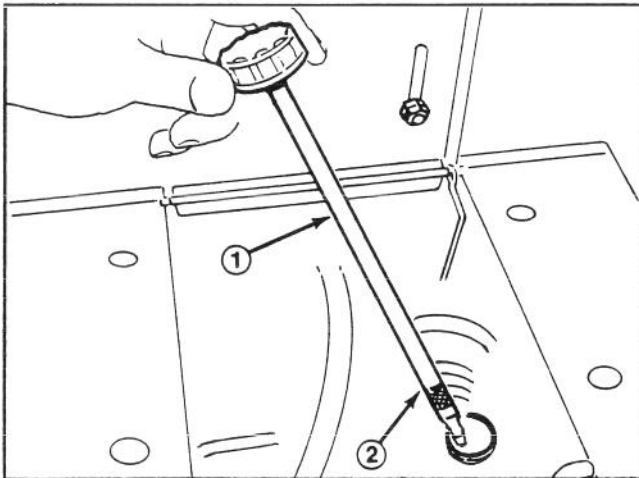

Abbildung 4
3. Den Ölmeßstab aus dem Füllstutzen entfernen (Abb. 4).
5. Das Öl langsam in das Kurbelgehäuse einfüllen (Abb. 4). Der Motor braucht ein beliebiges waschaktives Öl hoher Qualität mit der API Dienstklassifikation SF oder SG. Die für die zu erwartende Temperatur zutreffende Ölviskosität wählen.
6. Den Aufsitzmäher sanft hin- und herschaukeln, um mögliche Luftblasen im Kurbelgehäuse freizusetzen. Den Ölmeßstab vollständig in den Füllstutzen einschrauben; dann entfernen und sicherstellen, daß der Ölstand die VOLL-Marke erreicht (Abb. 4). Bei zu niedrigem Ölstand, genug Öl nachfüllen, bis der Ölstand die Ölmarke erreicht.